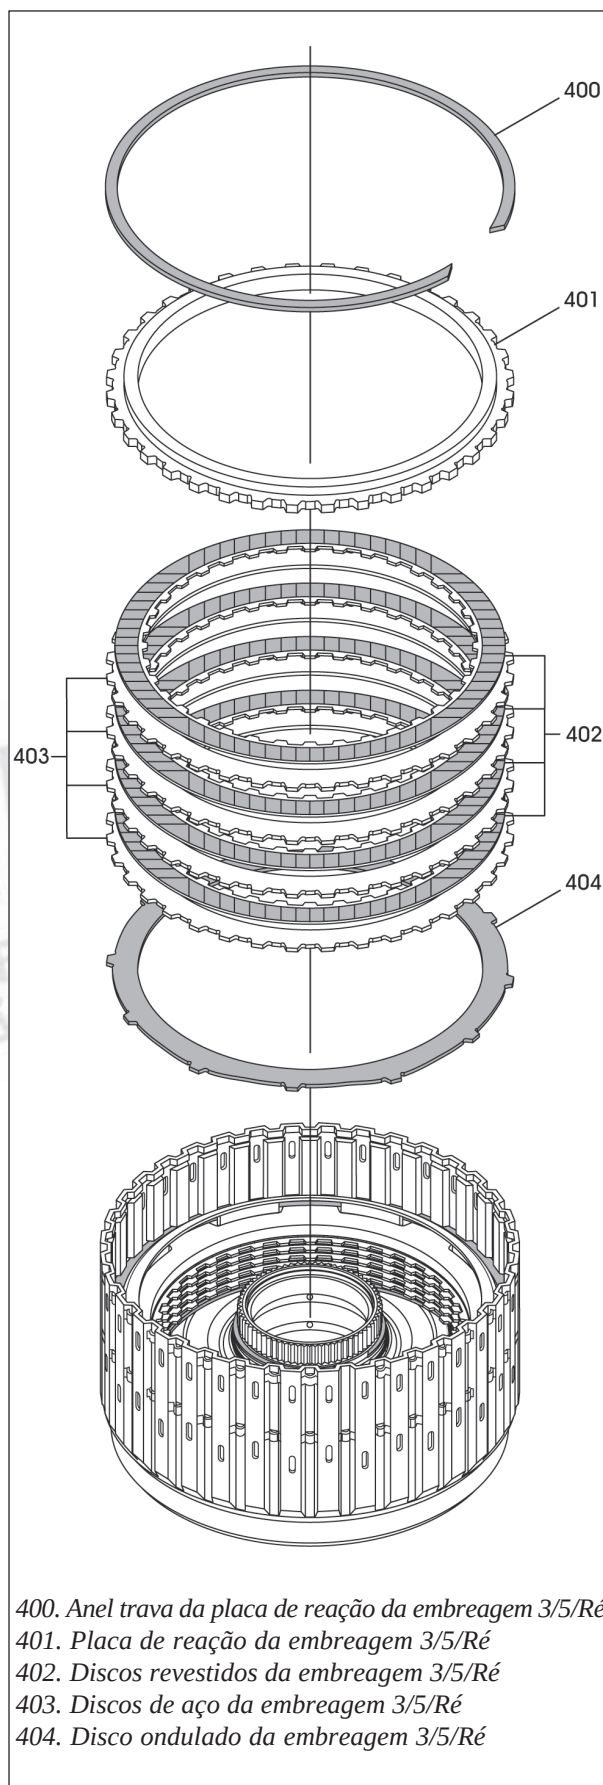
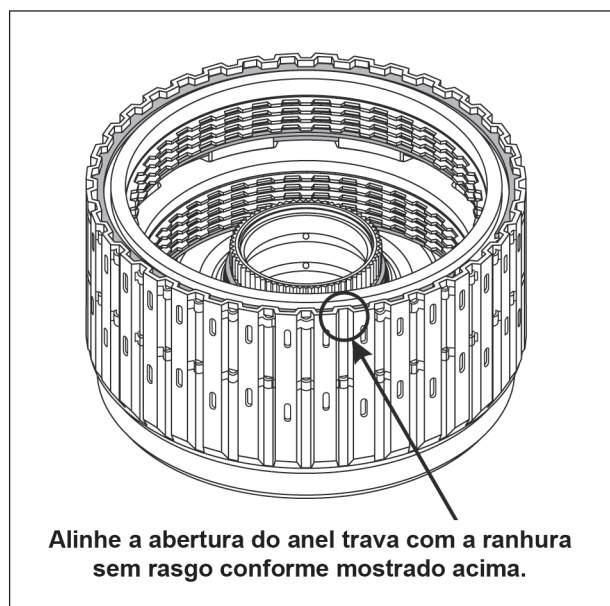

Figura 101
Figura 102
30. Instale o disco ondulado da embreagem 3/5/Ré, no topo do anel de aplicação, conforme mostra a figura 101.
31. Instale os discos do conjunto de embreagem 3/5/Ré começando por um disco de aço e alternando com um disco revestido até instalar quatro de cada, conforme indica a figura 101.
32. Instale a placa de reação da embreagem 3/5/Ré, conforme mostra a figura 101.
33. Instale o anel trava seletivo da placa de reação da embreagem 3/5/Ré, conforme indicado na mesma figura 101. **Nota: A abertura do anel trava deverá se alinhar com a ranhura sem abertura na carcaça, conforme mostra a figura 102.**